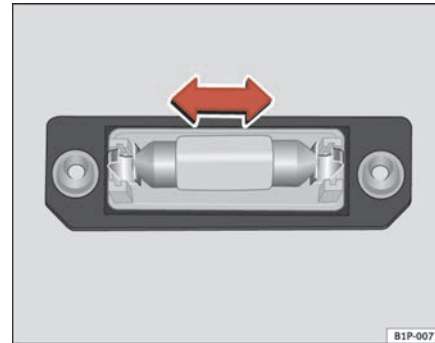

Abb. 222 Kennzeichen-
- Nehmen Sie die Glühlampe in Pfeilrichtung heraus ⇒ Abb. 222.